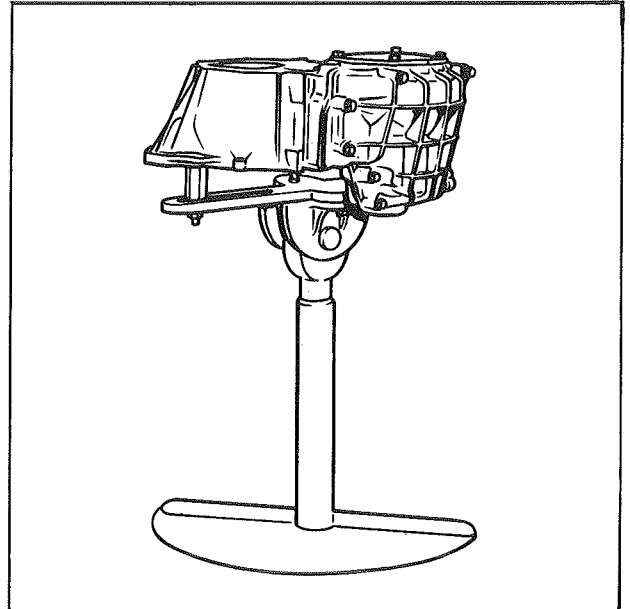

Fig. 1
- Fixer la boîte sur le support Desvil (fig. 1).